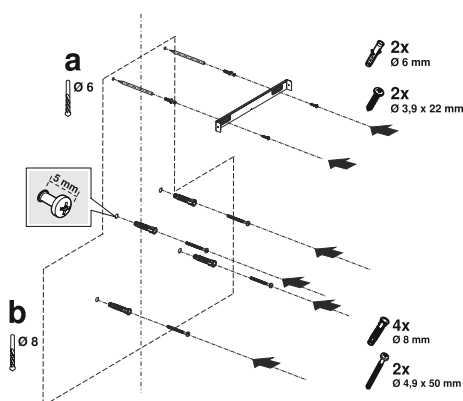

Fig. 12
1. ➤ Tracez une ligne médiane à partir du plafond perpendiculairement au bord inférieur de la hotte (Fig. 12).
2. ➤ Il y a une languette au milieu de la plaque de raccordement du conduit de fumée. Placez le point central de cet onglet sur la ligne tracée perpendiculairement au mur. Alignez horizontalement et marquez les trous où la plaque de connexion sera montée à l'aide d'un stylo (Fig. 12/a).
Percez les points marqués avec un foret Ø6mm et insérez 2 goupilles en plastique de Ø6mm dans les trous percés (Fig. 12/a).
Fixez la plaque de raccordement au mur avec des vis 3,9x22 (Fig. 12/a).
3. ➔ Pour percer les trous de suspension du conduit de cheminée, placez le gabarit de montage sur la surface sur laquelle l'appareil sera monté et marquez les trous de montage (Fig. 12/b).
4. ➔ Percez les trous de suspension avec un foret Ø8mm et posez les chevilles (Fig. 12/b).
Placez une vis de suspension 2x4.950 avec un jeu de 5 mm entre la tête de vis et le mur (Fig. 12/b).
- La fiche de raccordement de conduit 3 est maintenue directement sur le mur sous le couvercle en centrant le capot ou mesurée et marquée aux points E, F (Fig. 12)
- Percez les points de E et F à l'aide d'une couronne de forage de  $\varnothing$  6 mm et insérez  $\varnothing$  6 mm et attache plastique. Fixez la plaque de connexion de conduit avec des vis 3.9x22 (Fig. 12).